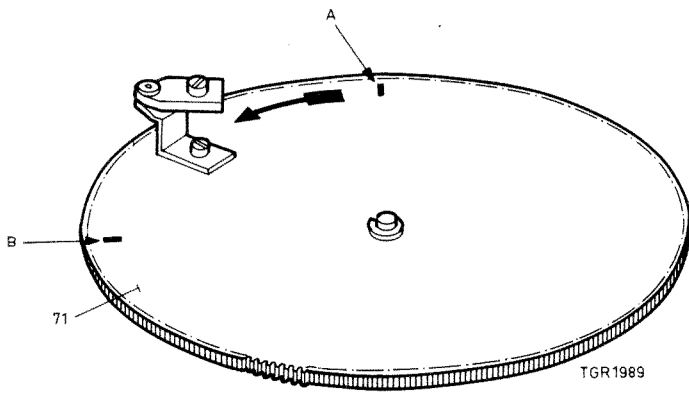

Fig. 18
Instelling van de grote commandoschijf pos.71, zie fig. 18
Veer pos.138 moet zodanig worden ingesteld, dat de sperhaak pos.123 in de standen "weergave" en "rust", de grote com- mandoschijf respectievelijk op de markeerpunten A en B blokkeert (± 2 tanden), zie fig. 18.